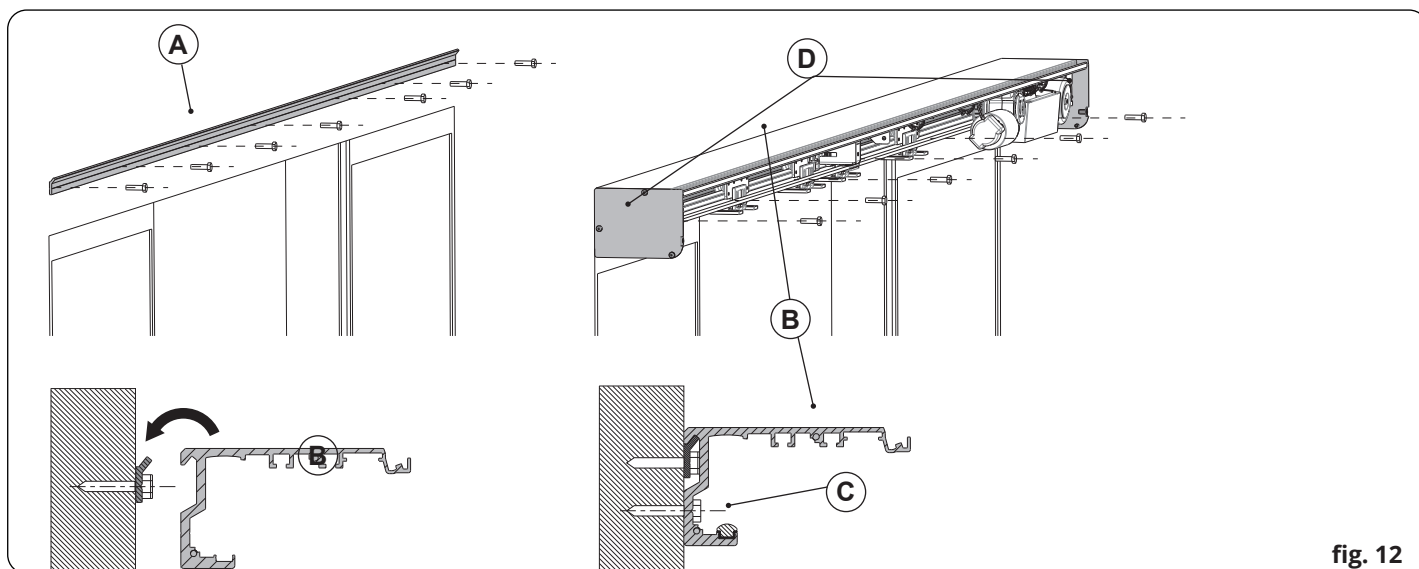

fig. 12
5. ANCORAMENTO DO PERFIL POSTERIOR DO COFRE (fig. 12)